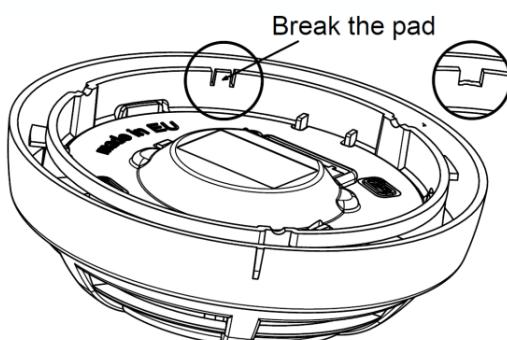

Fig.3
- Casser le plastique à l'emplacement spécifié sur la partie inférieure du capteur (**Figure 3**).